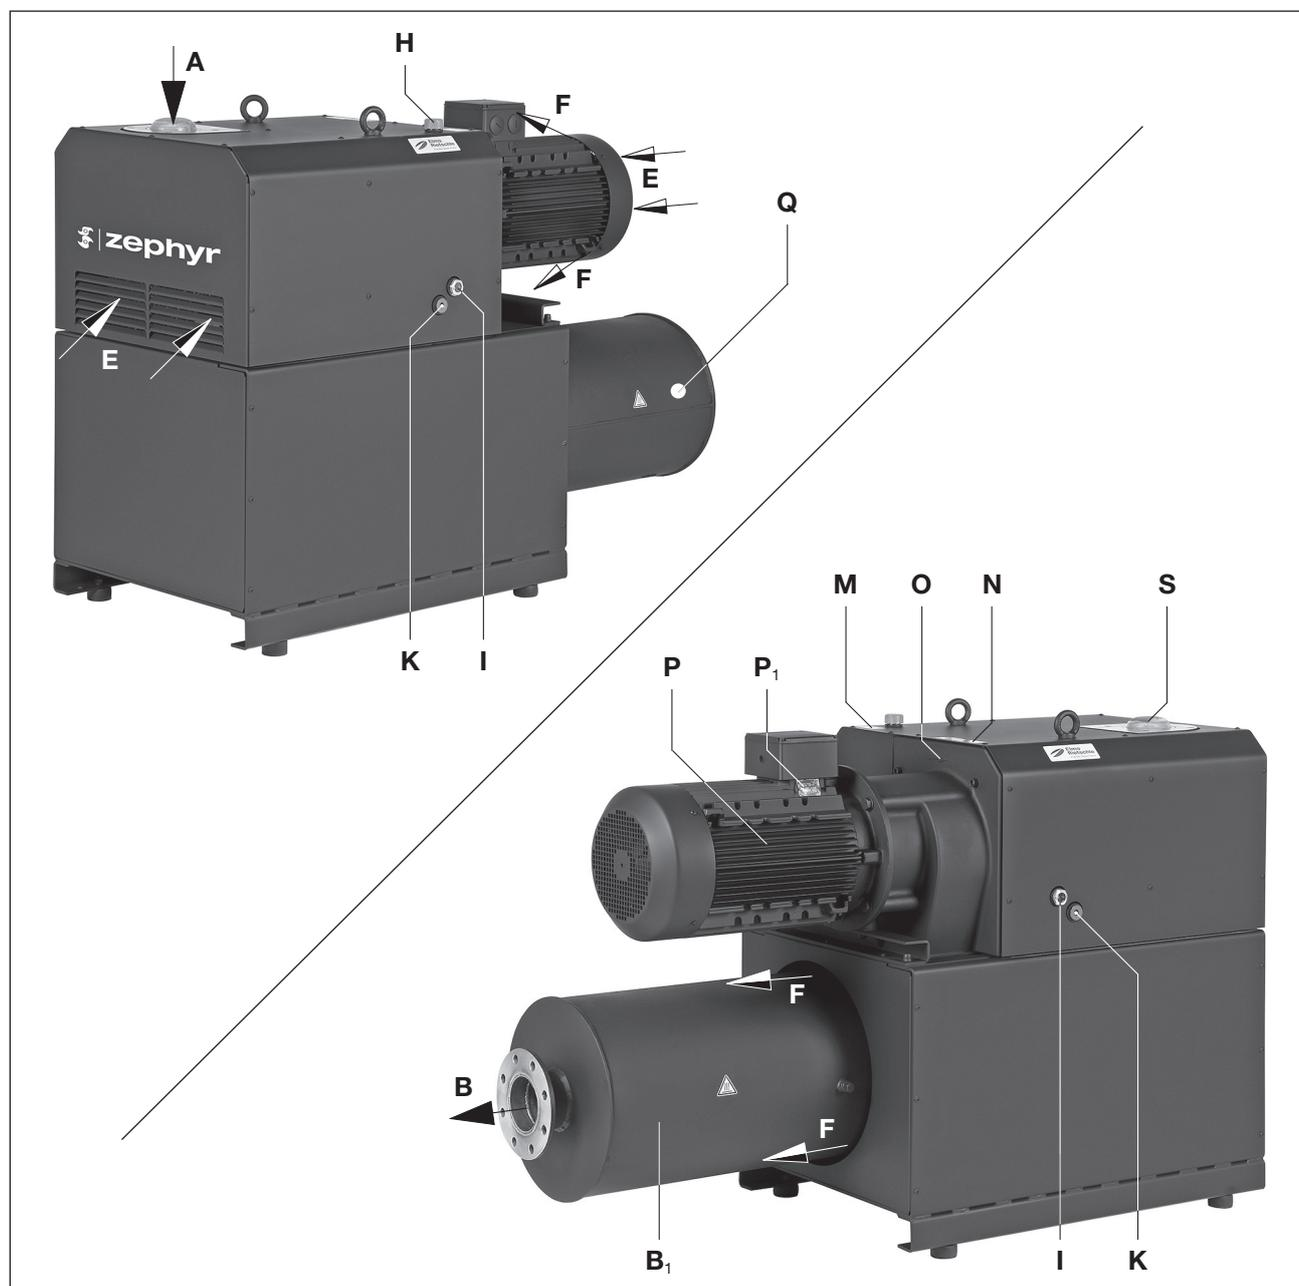

Fig. 2 Pompa per vuoto C-VLR 1000
Il tipo C-VLR 1000 sul lato dell'aspirazione ha una flangia di collegamento e sul lato della pressione un silenziatore allo scarico (Fig. 2/B₁). L'aria aspirata viene pulita attraverso un filtro a rete (Fig. 2/S).
La VLR 1000 è incapsulata in una calotta di isolamento. Per eliminare il calore della compressione, l'aria di raffreddamento viene aspirata con l'ausilio di un ventilatore che aspira l'aria fresca (Fig. 2/E) e che soffia via l'aria calda dall'uscita dell'aria di raffreddamento (Fig. 2/F), fra il compressore e la calotta.
Riempimento olio (Fig. 2/H), finestrelle ispezione olio (Fig. 2/I) e scarichi olio (Fig. 2/K) devono essere facilmente accessibili.
Gli ingressi dell'aria di raffreddamento (Fig. 2/E) e le uscite dell'aria di raffreddamento (Fig. 2/F) devono avere una distanza di almeno 30 cm dai muri circostanti. L'aria di raffreddamento fuoriuscita non deve essere riaspirata.
Per i lavori di manutenzione, prevedere almeno 40 cm di distanza dai filtri di aspirazione (Fig. 2/S).
- a) Togliere le pellicole sul raccordo del vuoto (Fig. 2/A) e inserire il filtro a rete (Fig. 2/S) con la bombatura verso l'alto.
- c) L'aria aspirata può essere rimossa attraverso il silenziatore allo scarico (Fig. 2/B) o essere eliminata attraverso la flangia e una tubatura.
- a) Riempire con olio lubrificante (tipi adatti vedi "Manutenzione") per le ruote dentate e i cuscinetti attraverso il riempimento (Fig. 2/H) fino a metà delle finestrelle di ispezione (Fig. 2/I).
Durante il funzionamento, le superfici dei componenti (Fig. 2/Q) possono superari i 70°C. Evitare di toccare le superfici calde (contrassegnate da appositi cartelli)!